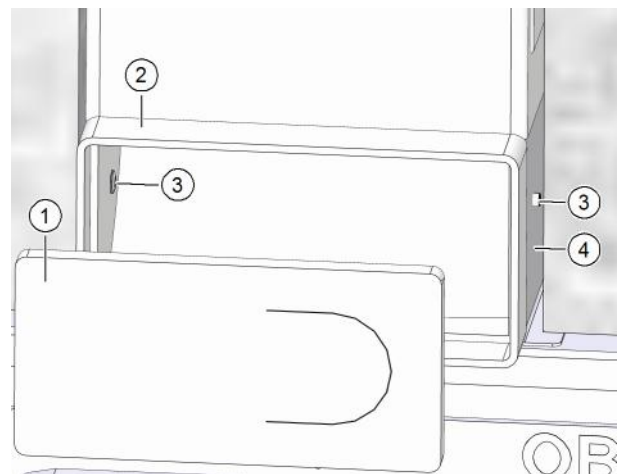

Abb. 21: Flexrohranschluss an Fixierplatte nieten
- ▶ Entfernen Sie den Putzschutzdeckel für den Flexrohranschluss (Pos. 1 in Abb. 21).
- ▶ Befestigen Sie mit der Blindnietzange den Flexrohranschluss (Pos. 2 in Abb. 21) mit zwei Blindnieten (Pos. 3 in Abb. 21) an der Fixierplatte (Pos. 4 in Abb. 21).
- ▶ Setzen Sie den Putzschutzdeckel (Pos. 1 in Abb. 21) wieder in den Flexrohranschluss (Pos. 2 in Abb. 21) ein.